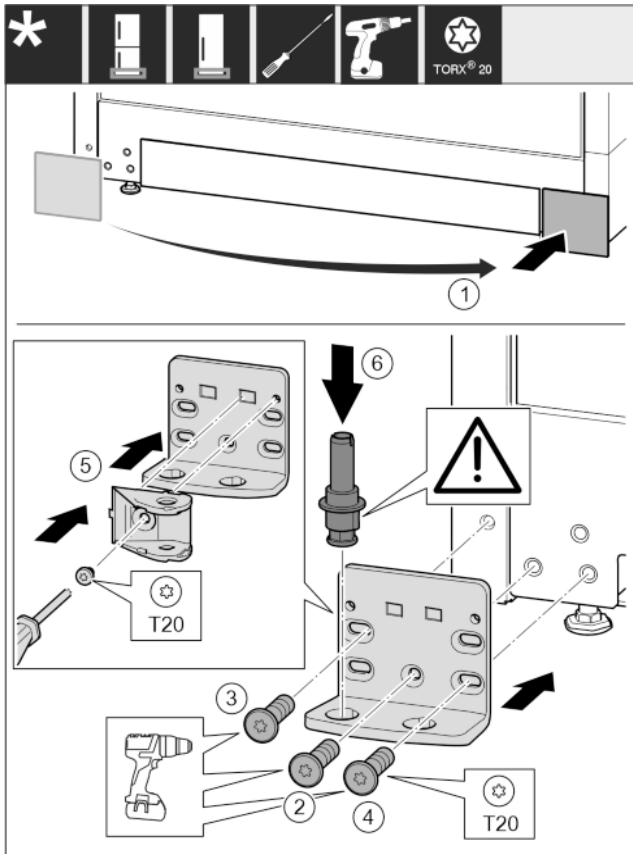

Fig. 28
- ▶ Odoberte kryt a pripevnite ho na druhú stranu. Fig. 28 (1)
- ▶ Ložiskovú konzolu nasadíte na druhú stranu a priskrutkujte ju pomocou skrutkovača T20. Začnite skrutkou 2 dole v strede. Fig. 28 (2)
- ▶ Pevne zaskrutkujte skrutku 3 a 4. Fig. 28 (3,4)
- ▶ Spoj tmiča uzatvárania otočte o 180°. Na druhej strane ložiskovej konzoly ho priskrutkujte skrutkovačom T20. Fig. 28 (5)
- ▶ Ložiskový čap úplne nasadíte. Dbajte pritom na to, aby zaisťovací doraz ukazoval smerom dozadu. Fig. 28 (6)